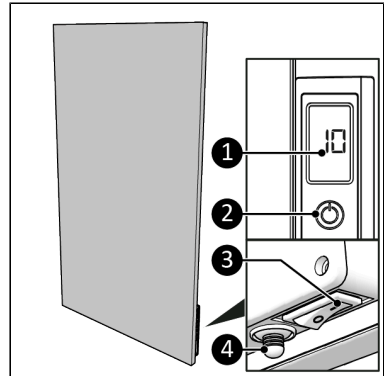

Abbildung 71.
1. Stellen Sie den EIN/AUS-Schalter auf EIN (Abbildung 71, Pos. 3).
2. Drücken Sie den EIN/AUS-Schalter auf der Schalttafel (Abbildung 71, Pos. 2) oder auf der Fernbedienung.
3. Die Anzeige (Abbildung 71, Pos. 1) zeigt zunächst für 3 Sekunden die eingestellte Temperatur und dann die Umgebungstemperatur an.